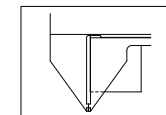

Fig.3
---Le vernier horizontal est réglé sur zéro (Fig.3). Fermez les mâchoires du vernier horizontal et appuyez sur le bouton '0' pour mettre à zéro.